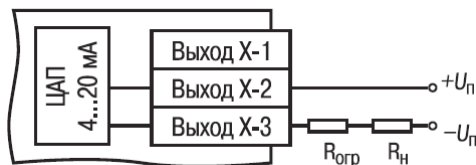

Рисунок 8.5
8.3.2.1 ЦАП 4...20 мА (маркировка **И**). Схему подключения см. рисунок 8.5).